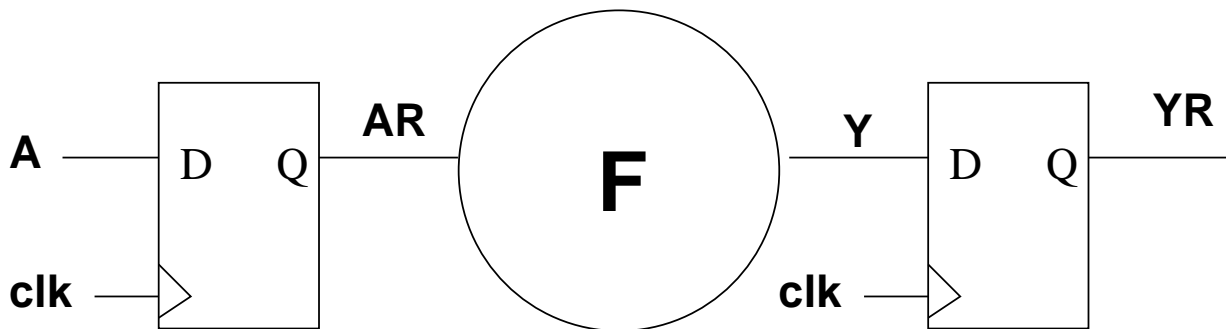

Figure 1 – Architecture synchrone
3.1 Analyse d'une structure synchrone utilisant la fonction (F)
La **figure 1** présente une utilisation de la fonction (F) dans un environnement synchrone. La structure reçoit une suite de valeurs A_0, A_1, \dots et doit générer une suite de valeurs $\mathbf{F}(A_0), \mathbf{F}(A_1), \dots$